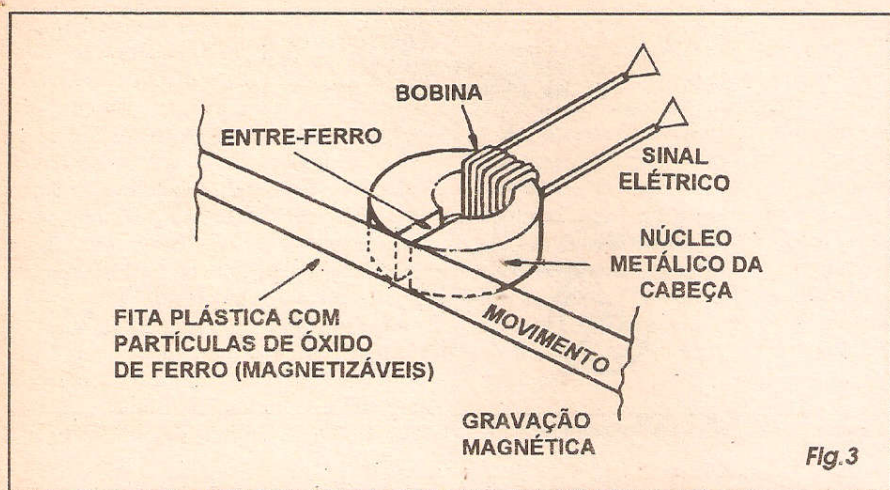

Fig.3
- FIG. 3 - A GRAVAÇÃO MAGNÉTICA - Outro método de tornar o som *permanente* para audição posterior a qualquer momento (*e reprisável* à vontade...), muito popular, e que também tem sido usado comercialmente por décadas, é o que funciona por meios magnéticos... Também nesse sistema, os transdutores utilizados são de *segunda instância* (não lidam, nos processos imediatos de gravação e reprodução, com o SOM diretamente, mas com sua *representação*...). Nesse siste-